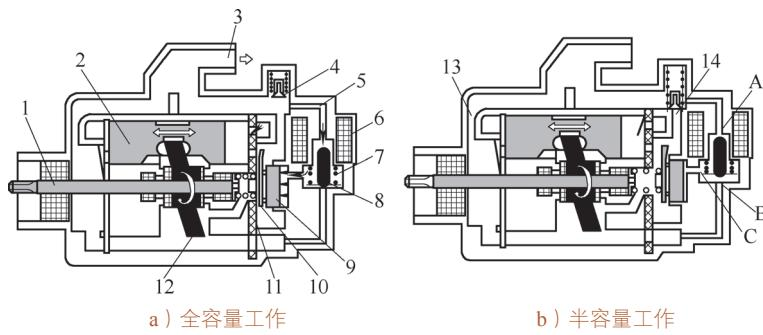

图2-5 两级变排量压缩机工作原理
①优点。目前，变排量压缩机得到了广泛的应用。与传统的定量空调相比，变排量空调有如下优点。
②两级变排量压缩机工作原理。两级变排量压缩机工作原理如图2-5所示。